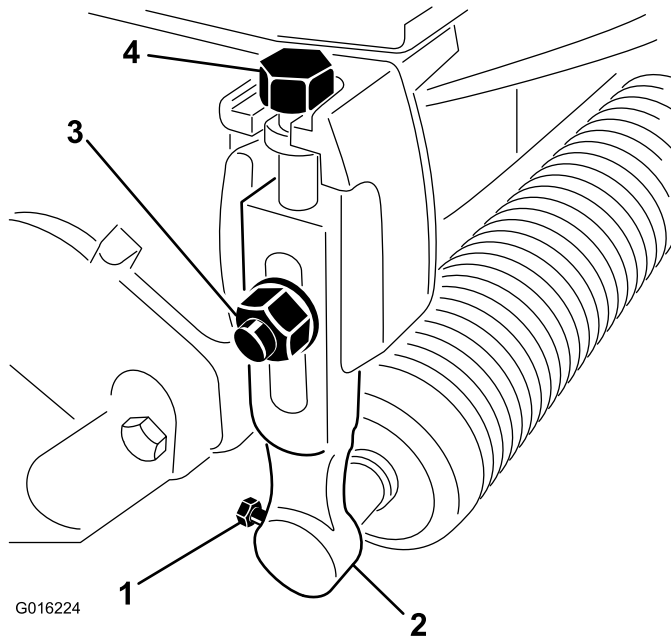

Figura 1
2. Allentate le viti che fissano ciascuna estremità del rullo anteriore ai bracci dell'altezza di taglio (**Figura 1**).
3. Rimuovete i bulloni della lama, le rondelle e i dadi di bloccaggio che fissano i bracci dell'altezza di taglio a ciascuna delle estremità dell'apparato di taglio (**Figura 1**). Rimuovete i bracci dell'altezza di taglio e il gruppo dei rulli.
4. Rimuovete le viti di regolazione dell'altezza di taglio dai bracci dell'altezza di taglio (**Figura 1**).